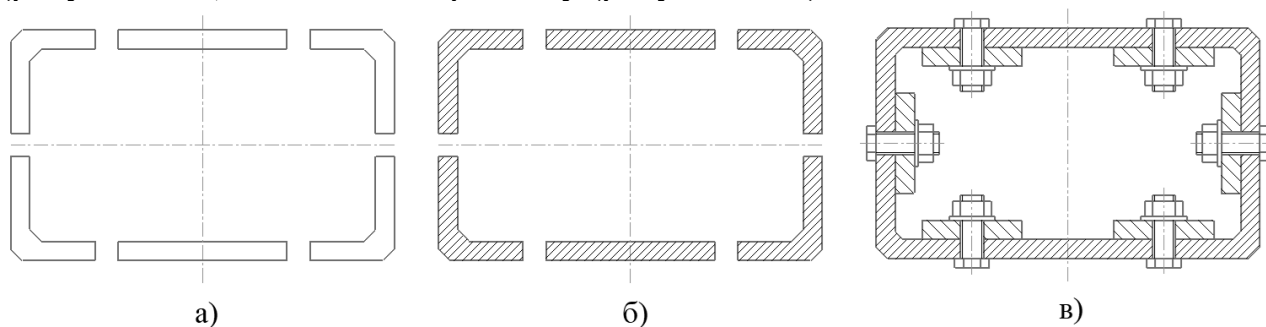

Рисунок 42 – Последовательность выполнения задания
4. Постройте симметричное изображение половины корпусной детали (рисунок 42 а). Нанесите штриховку (рисунок 42 б).
5. Вычертите или вставьте из библиотеки стандартных графических объектов изображение соединения болтом. Изобразите пластину в разрезе с углом штриховки  $135^\circ$  (рисунок 43). Вставьте изображения соединения болтом в соответствующие места сборочного чертежа с различным углом вставки (рисунок 42 в).